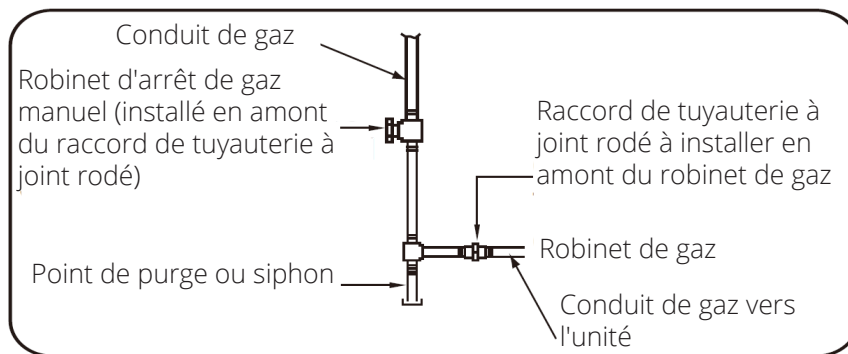

Figure 4.1- Disposition typique des conduits de gaz
1. Raccordez le conduit de gaz à l'ouverture d'entrée du tuyau de gaz prévue dans le robinet d'entrée 1/2". Voir Fig. 4-1 pour la tuyauterie type.